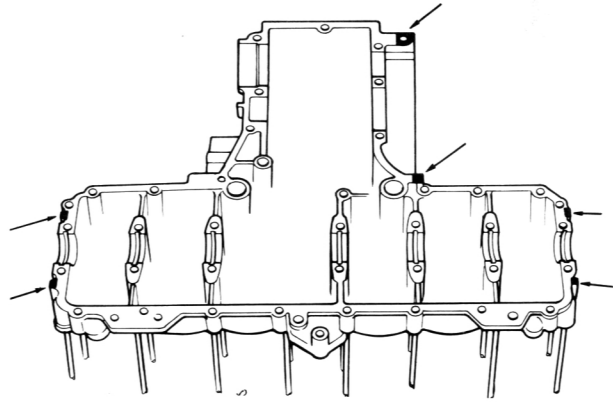

Bild 78
- Bei der oberen Kurbelgehäusehälfte Dichtungsmasse nur auf die angezeigten Stellen auftragen (Bild 78).